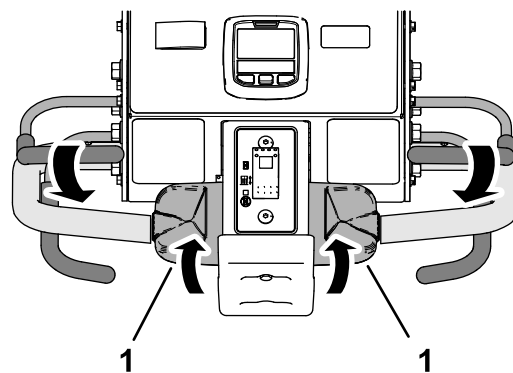

Figura 97
3. În timp ce ții maneta pentru prezența operatorului la bara de ghidare, roțile încet partea superioară a comenzii de tracțiune spre spate (Figura 97).